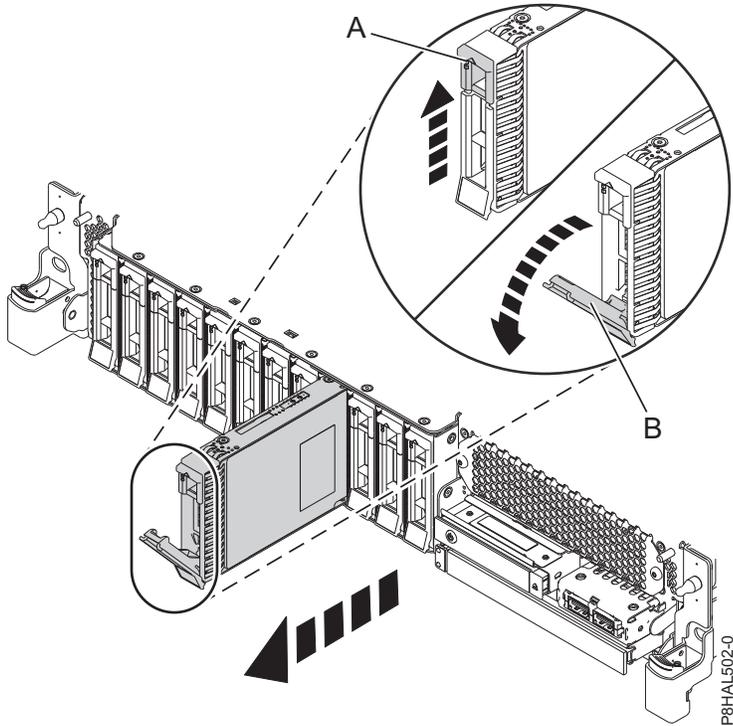
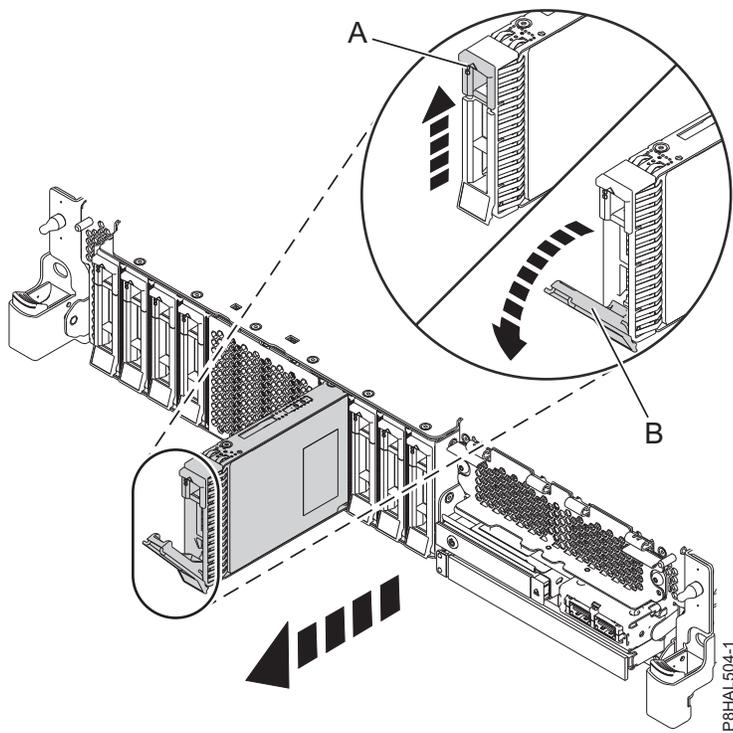

図 40. 基本機能 システムからのディスク・ドライブの取り外し
図 41. 拡張機能 システムからのディスク・ドライブの取り外し
3. 以下に示すように、ハンドル・ラッチ **(A)** を押し、外側に引き出して、ドライブ・ハンドル **(B)** をアンロックします。46 ページの図 40 および 46 ページの図 41。ハンドルが完全に引き出されていないと、ソリッド・ステート・ドライブをスライドさせてシステムから引き出すことができません。